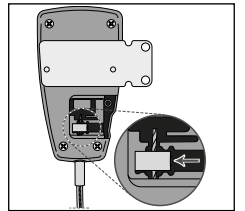

Fig. 9
11. Glissez le bloc d'extrémité du câble sur le câble intérieur et remettez le bloc dans l'emplacement prévu dans le satellite (Voir Fig. 9).